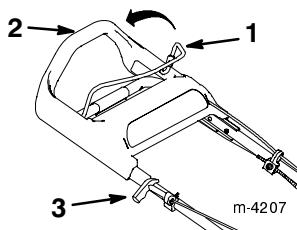

Figure 7
- Serrer la barre de commande de lame contre le mancheron (Fig. 7).
- Tirer lentement la poignée du lanceur jusqu'à ce qu'on sente une résistance, puis la tirer vigoureusement (Fig. 7). Laisser la poignée du lanceur revenir lentement jusqu'au mancheron.